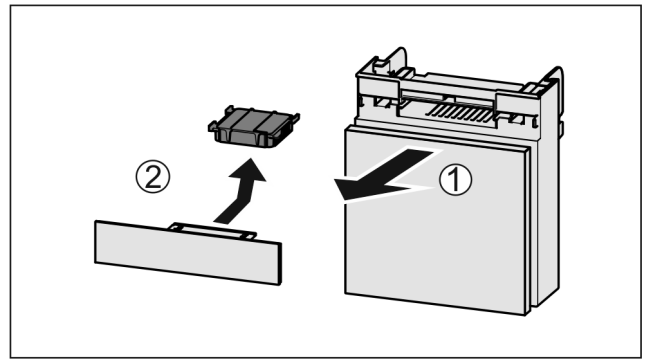

Fig. 129
- ▶ Húzza ki Fig. 129 (1) előrefelé a rekeszt.
- ▶ Vegye ki az aktív szén-szűrőt Fig. 129 (2).